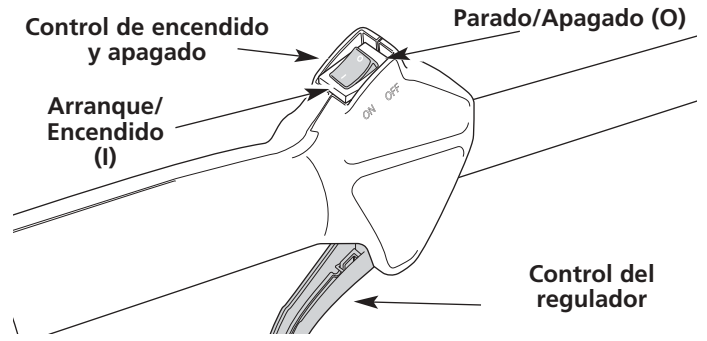
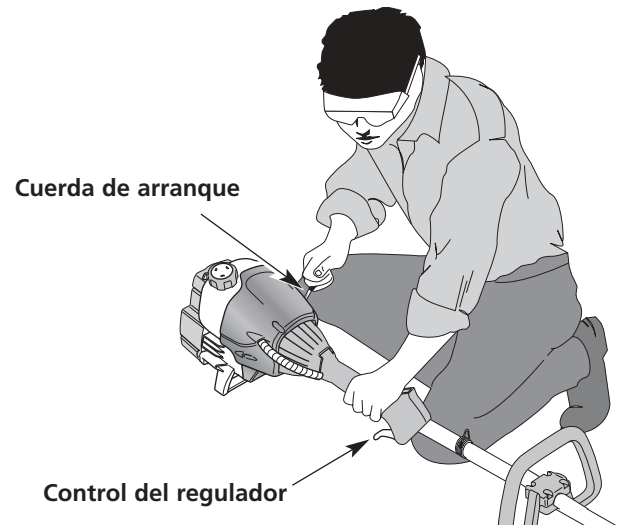

Fig. 3
Fig. 5
2. Coloque el control de encendido y apagado en posición de **ENCENDIDO (I)** (Fig. 3).
5. Con la unidad en la posición de arranque (Fig. 5). **NO APRIETE EL CONTROL DE ACELERACIÓN**, hale la cuerda de arranque con fuerza 5 veces, la palanca EZ-Start™ debe estar hacia la izquierda. Si la unidad empieza a funcionar antes de la quinta tirada de la cuerda, avance hacia el Paso 7.
NOTA: Si el motor se inunda al intentar arrancar la unidad, coloque la palanca del obturador en la posición de **MARCHA** (Fig. 3). Oprima el control del regulador. Tire de la cuerda de arranque rápidamente. El motor debe arrancar luego de tres (3) a ocho (8) tirones.
NOTA: El estrangulamiento no es necesario para poner en marcha un motor caliente. Ponga el control On/Off Stop en la posición ON (Fig. 3) apriete el acelerador y hale la cuerda de arranque vigorosamente. (Fig. 5)
1. Saque la mano del control del regulador (Fig. 5). Deje enfriar el motor en mínima.
2. Coloque el control de encendido y apagado en posición de **APAGADO (O)** (Fig. 3).